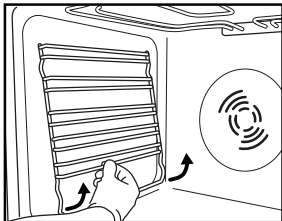

Rys. 1
2. Unieść do oporu dwa zaczepy blokujące zawiasy (rys. 1).